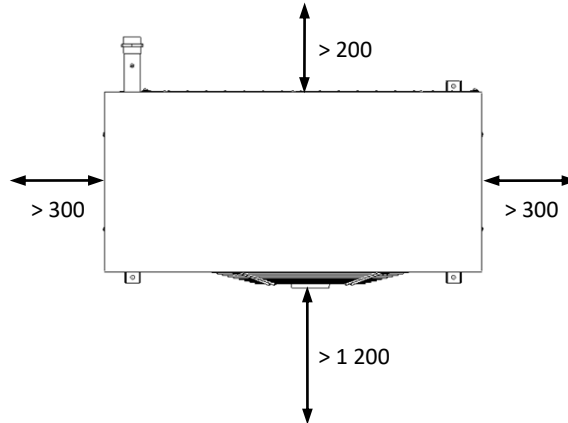

Figure 2.3. Distances minimales d'intervention recommandées autour de l'unité AU12 (cotes en mm)
- Ne pas essayer de conduire l'air qui pénètre dans l'unité AU12 et l'air qui en sort. L'unité doit être installée à l'extérieur sans aucun conduit et les distances minimales stipulées sur les figures 2.3 et 2.4 doivent être respectées.